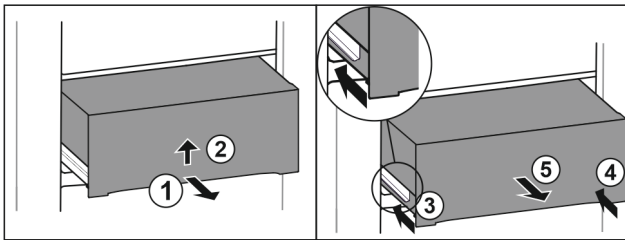

Fig. 50
- ▶ Lade er half uittrekken. Fig. 50 (1)
- ▶ Lade aan de onderkant optillen. Fig. 50 (2)
- ▶ Linker rail erin schuiven. Fig. 50 (3)
- ▶ Rechter rail erin schuiven. Fig. 50 (4)
- ▶ Lade naar voren toe verwijderen. Fig. 50 (5)